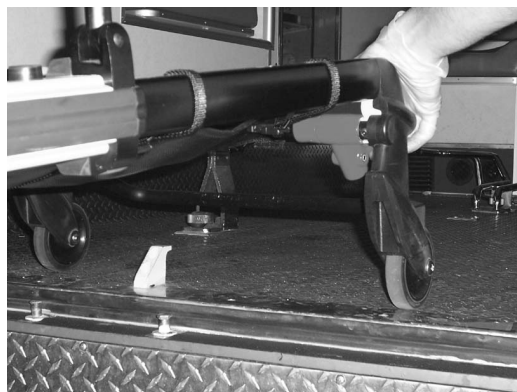

Figure 22 : Désengagement de la barre de sécurité
4. **Opérateur 2** – Tirer la manette de libération de la barre de sécurité vers l'avant pour désengager la barre de sécurité du dispositif d'ancrage situé dans le compartiment patient, comme le montre la Figure 22.